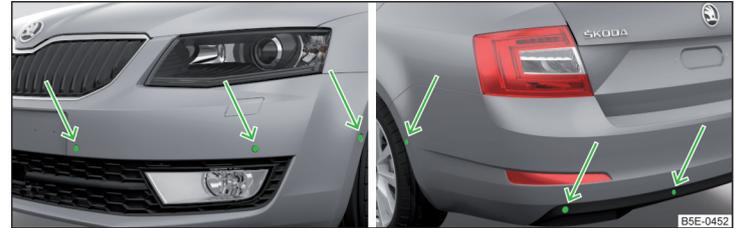

Abb. 148 Einbauort der Ultraschall-Sensoren: vorn/hinten
- Die Systemsensoren » Abb. 148 auf Seite 143 sauber, schnee- sowie eisfrei halten und mit keinerlei Gegenständen abdecken, anderenfalls kann die Systemfunktion eingeschränkt sein.
Das System berechnet mithilfe von Ultraschallwellen den Abstand zwischen dem Stoßfänger und einem Hindernis. Die Ultraschallsensoren befinden sich je nach Fahrzeugausstattung im hinteren bzw. auch im vorderen Stoßfänger » Abb. 148.